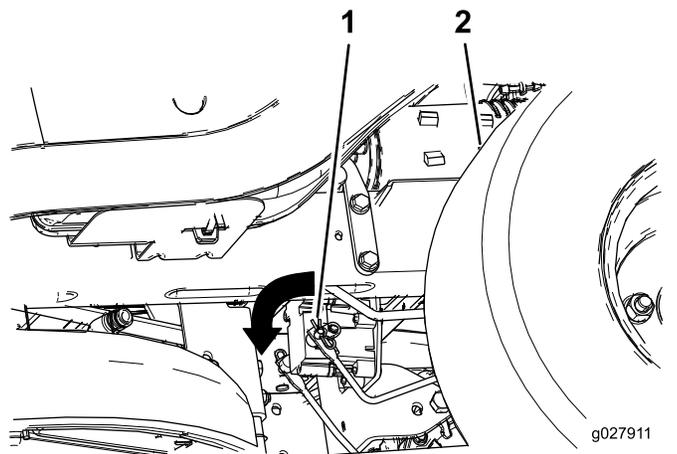

Figure 41
2. Localisez l'arbre sur le frein électrique au point de connexion des bras de liaison (Figure 41).
3. Tournez l'arbre en avant pour desserrer le frein (Figure 41).